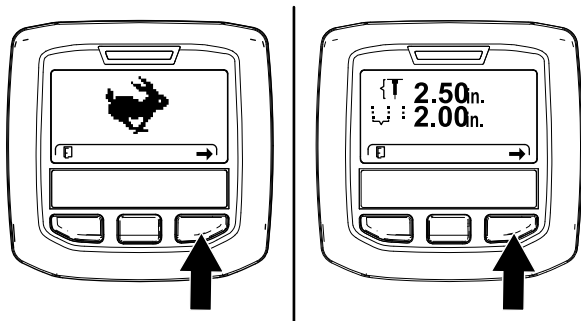
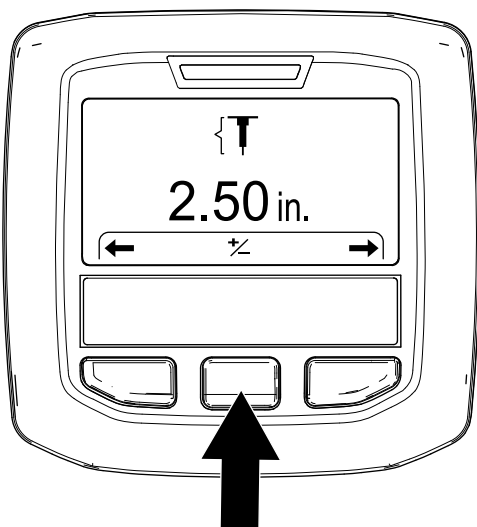

Рисунок 51
Рисунок 52
3. Нажимайте правую кнопку инфо-центра, пока не отобразится экран Setting the Hole Depth (Установка глубины прокола) (Рисунок 51 и Рисунок 52).